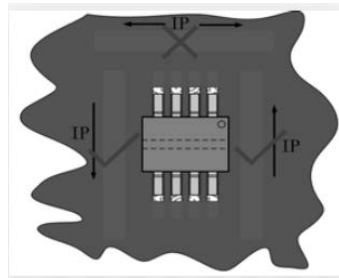

图 8：载流布局示例
- 3) 参考图 8，在进行 PCB 设计时，如果遇到电流迹线或其他干扰源路径必须置于 IC 附近，那么请参考以上描述和图 4 路径应尽可能横向于 IC，将杂散磁场最大程度消除。